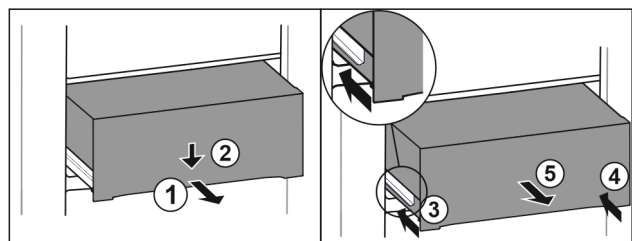

Fig. 146
- ▶ Wyciągnąć szufladę do połowy. Fig. 146 (1)
- ▶ Popchnąć szufladę z przodu w dół. Fig. 146 (2)
- ▶ Wsunąć lewą szynę o ok. 2 cm. Fig. 146 (3)
- ▶ Wsunąć prawą szynę o ok. 2 cm. Fig. 146 (4)
- ▶ Wyjąć szufladę do przodu. Fig. 146 (5)